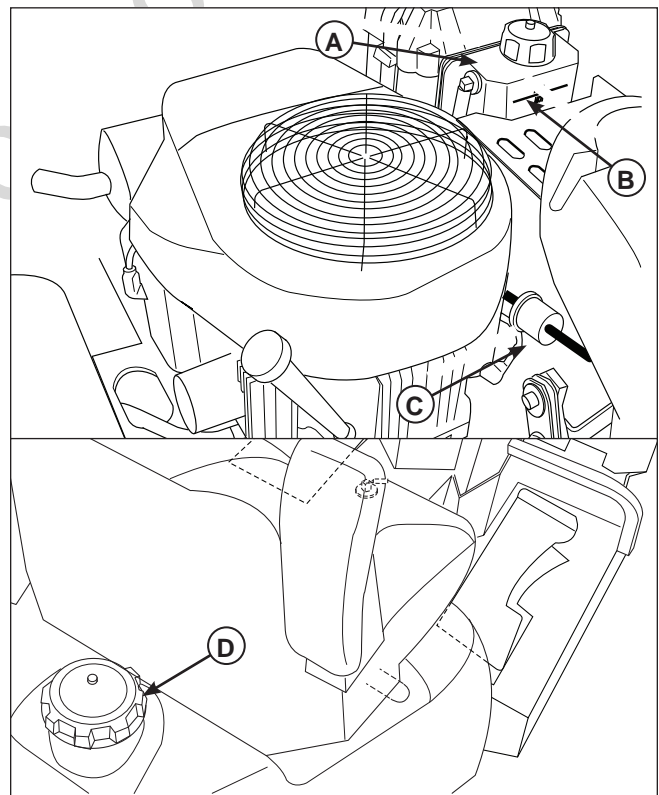

Figura 7. Depósito de combustible, depósito de aceite y filtro de combustible
1. Retire la tapa para el combustible (D, figura 7).
El filtro de combustible (C, figura 7) se encuentra en la tubería de combustible entre la válvula de corte de combustible y el carburador, cerca de la bomba de combustible. Si el filtro está sucio u obstruido, reemplace de la siguiente forma:
1. Observe el depósito de aceite (A, figura 7). El nivel del aceite debe estar en la línea "FULL" (C).